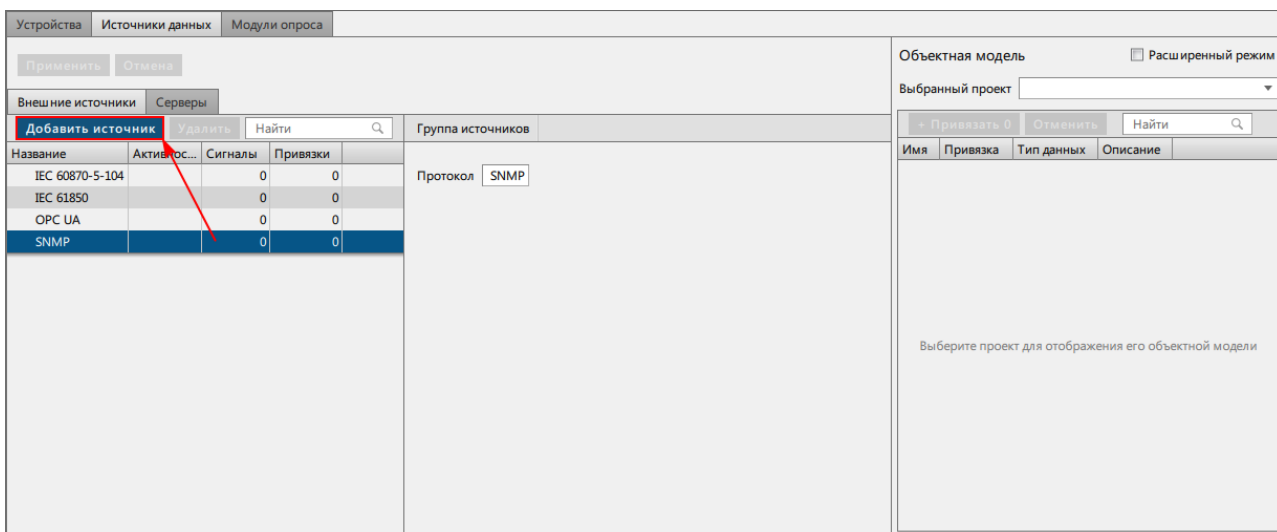

Рисунок 233 - Добавить источник
2. Добавьте источник: **Источники данных** → **Внешние источники** → **SNMP** → **Добавить источник** (Рисунок 233).